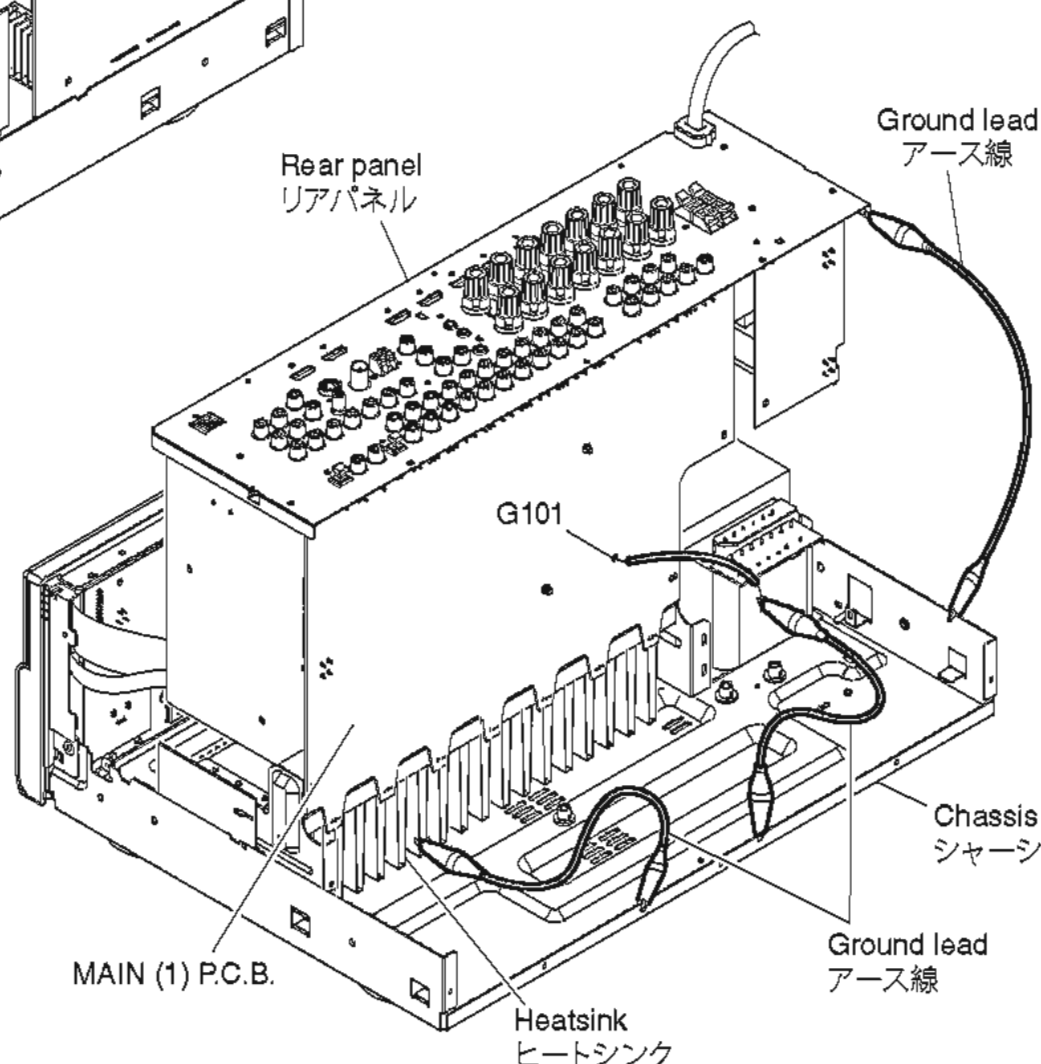

Fig. 6
- Connect the ground points of the heatsink, rear panel and MAIN (1) P.C.B. (G101) to the chassis with a ground lead or the like. (Fig. 6)
- ヒートシンク、リアパネル、MAIN (1) P.C.B. の G101 のアースをリード線等でシャーシに接続してください。(Fig. 6)